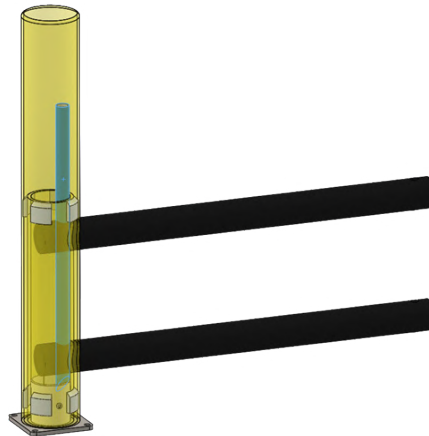

Рисунок 3. Закріплення секції в стовпі.
3. Забити трубу фіксувальну для закріплення секції в стовпі (рис. 3).